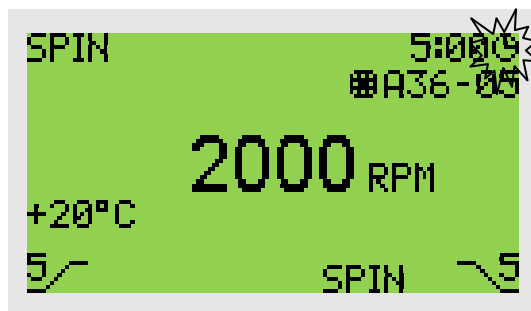

Figura 21 – Ciclo di SPIN
**NOTA:** essendo un ciclo di SPIN il timer impostato nel programma non viene tenuto in considerazione ed al posto del countdown in alto a destra sul display viene visualizzato il tempo effettivo (countup) trascorso dall'inizio del ciclo di SPIN (vedi Figura 21).